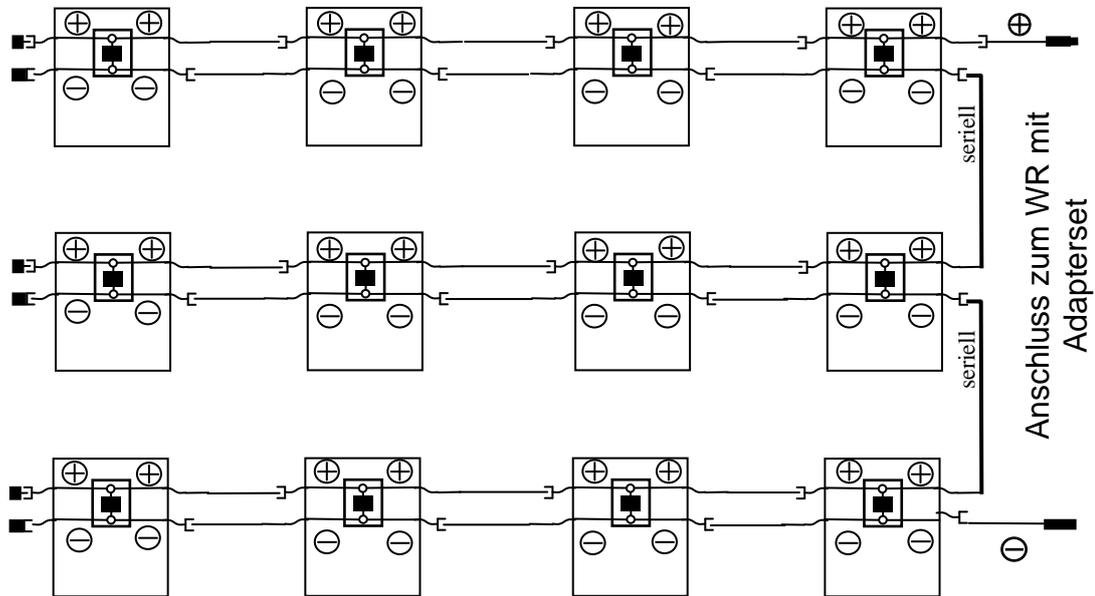
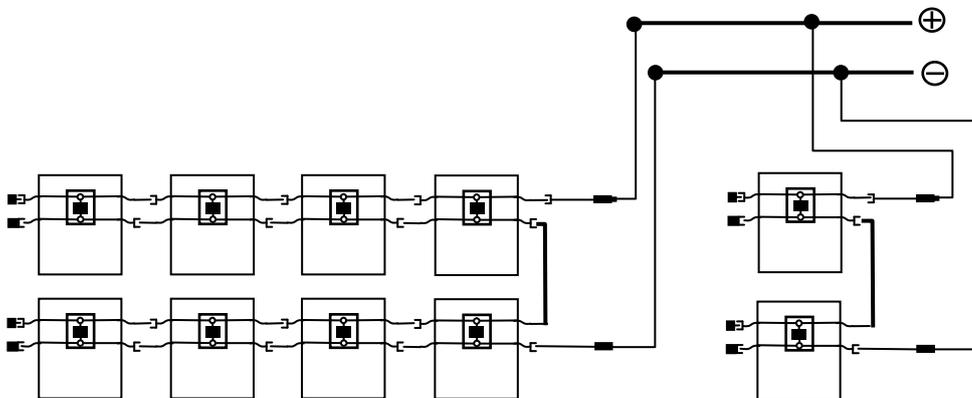
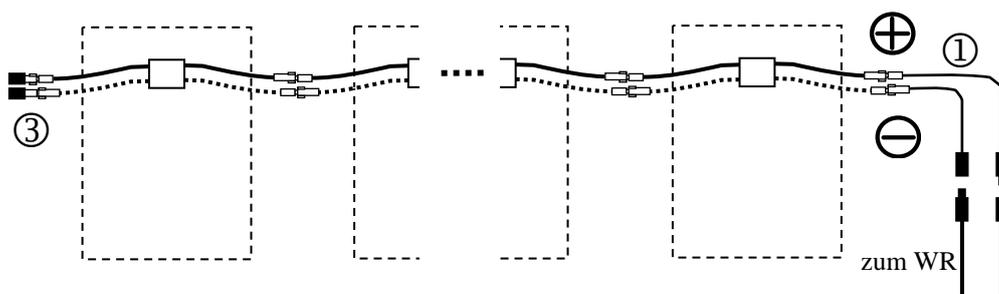

Abbildung 2: Verschaltungs- Schema MA 100T2
Abbildung 5: Bsp. für String- Kombination zu WR Anschluss
Abbildung 11: Prinzipzeichnung WR Anschluss RECHTE Dachseite: (Vorderansicht)
Dabei werden Kabel mit unterschiedlicher Polarität (unterschiedlicher Farbe) miteinander Verbunden. Allerdings nur **EINES** der zwei freien Kabel pro Anschlussdose. Die zwei freibleibenden Anschlüsse (einer je Endmodul) bilden den Anschluss zum WR bzw. zur nächsten seriellen Verbindung (Abbildung 2).
Im Falle dass mehrere kombinierte Stränge aus parallel und in Reihe geschalteten Modulen an den gleichen Wechselrichter angeschlossen werden muss lediglich die Strangspannung, also die Anzahl der in Reihe geschalteten Module gleich sein. Die Anzahl der parallelgeschalteten Module, d.h. die Stromstärke kann unterschiedlich sein sofern nach der Parallelschaltung in einem Generator Anschlusskasten oder intern im Wechselrichter die zulässige Leistung des Wechselrichters nicht überschritten wird (Abbildung 5).
Die vorkonfektionierten Adapterkabel sind für den polungsrichtigen Anschluss an den WR auf der *rechten* Dachseite vorbereitet (Abbildung 11). Dabei werden lediglich die Adapterkabel (1) mit den freien Sumitomo Steckverbindern am Modul verbunden und MC seitig ergibt sich damit der polungsrichtige Anschluss für die Verlängerung zum WR. Die MC Adapterstecker (2) kommen bei dieser Variante NICHT zum Einsatz. Identisch wird vorgegangen wenn zwei oder drei Modulreihen in Serie verschaltet sind. Die Adapterkabel werden dann nicht wie in Abb. 5 an einem Modul angeschlossen sondern an den freien Anschlüssen der Serienschaltung (vergl. Abbildung 2). Die (bis zu drei) freien Enden der Parallelreihen müssen mit den Endsteckern (3) verschlossen werden.